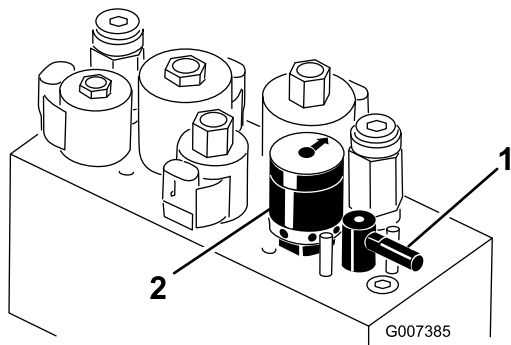

Figura 57
4. Girate la leva di lappatura in posizione R (Figura 57).
5. Girate il comando di velocità dei cilindri in posizione 1 Figura 57.